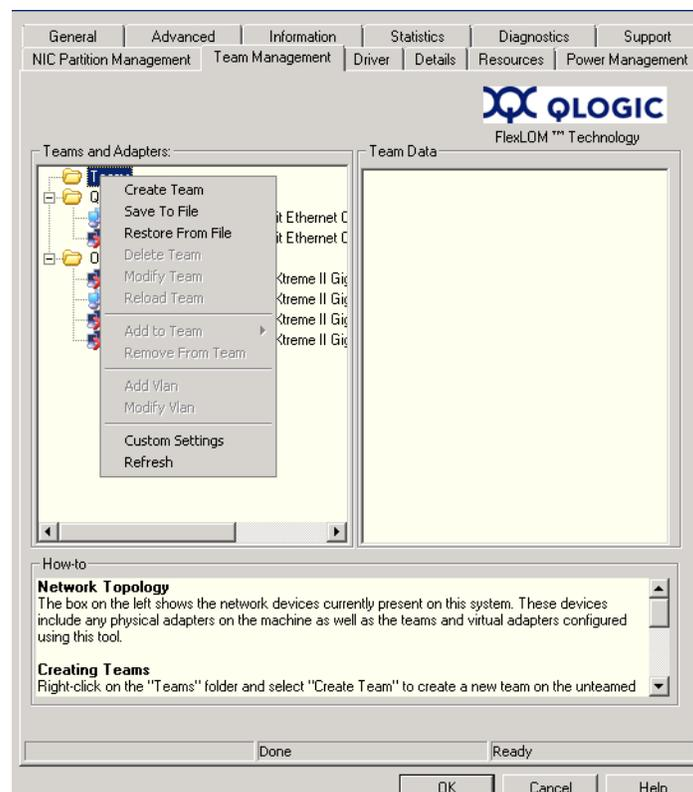

Figure 3-2. Création d'une association
1. Cliquez avec le bouton droit de la souris sur les icônes de dossier **Teams** (Associations), puis cliquez sur **Create Team** (Créer une association) (voir Figure 3-2).